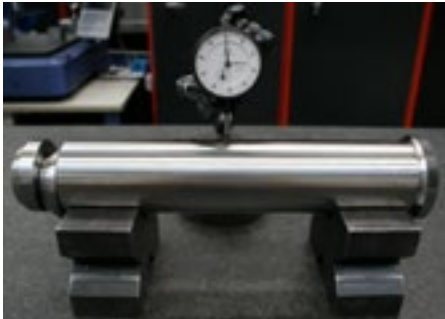

Fig.6
5.2 Effettuare almeno ogni 12 mesi una verifica di cilindricità sui perni per verificare eventuali deformazioni permanenti (**Fig.6**): nel caso di errori superiori a 0.25 mm sostituire i perni interessati.
5.4 In caso si verificassero cedimenti improvvisi di funi / catene di sollevamento con conseguente sovraccarico su staffe e perni di sollevamento, sottoporre questi a controllo di cilindricità (vedi **Fig.6**) per verificare eventuali deformazioni; nel caso di errori superiori a 0.25 mm sostituire i perni interessati; sostituire le viti di fissaggio e verificare la corretta chiusura secondo la tabella riportata nel manuale.
5.5 In caso di urti accidentali nelle zone di imbracatura durante le operazioni di sollevamento movimentazione e ribaltamento, sottoporre i perni di sollevamento a controllo di cilindricità per verificare eventuali deformazioni; nel caso di errori superiori a 0.25 mm (vedi **Fig.6**) sostituire i perni interessati; sottoporre le staffe di sollevamento a controllo visivo per verificare eventuali deformazioni e nel caso sostituirle; sostituire le viti di fissaggio e verificare la corretta chiusura secondo la tabella riportata nel manuale.